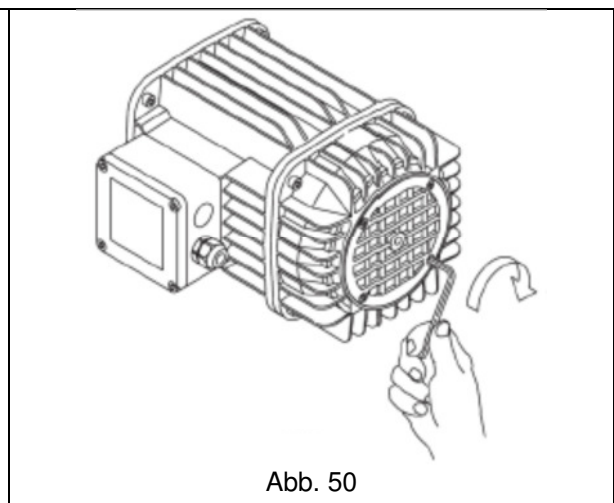

Abb. 50
9. Das Gitter (Gebläse) durch Festziehen bis zum Anschlag der vier Schrauben wieder montieren (Abb. 50).